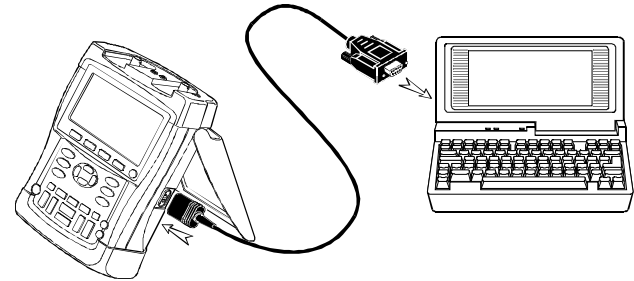

Figure 33. Connecter un ordinateur
- Utilisez le câble d'interface RS-232 opto-isolé (PM9080) pour connecter un ordinateur au OPTICAL PORT (port optique) du testeur. (Voir figure 33.)